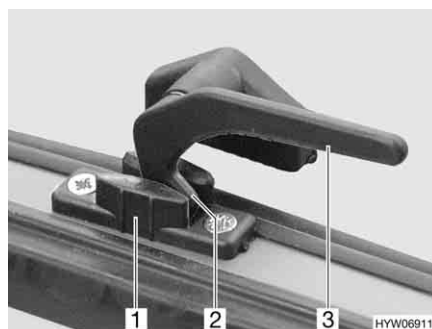

Bild 80 Låsarm i läget "kontinuerlig vädring"
- I läget "kontinuerlig vädring" (Bild 80)
- Sväng låsarmen (Bild 80,3) ett kvarts varv mot fönstrets mitt.
- Sväng låsarmen ett kvarts varv mot fönsterkarmen. Därvid måste låspaken (Bild 80,2) föras in i spåret på fönsterlåset (Bild 80,1).